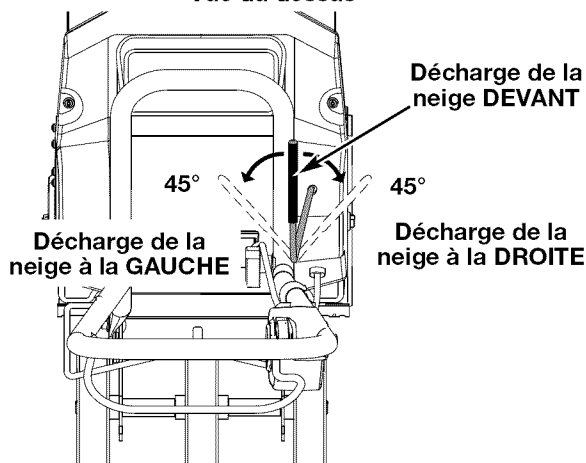

Fig. 8
3. Tournez le contrôle directionnel de décharge vers la gauche, le centre ou la droite, selon la direction vers laquelle vous voulez projeter la neige (Fig. 8).
- Si vous transportez la machine avec les poignées pliées, veillez à ne pas toucher ou plier accidentellement la commande directionnelle de décharge (Fig. 8). Si vous pliez ou endommagez la commande, vous ne pourrez plus régler les vannes.